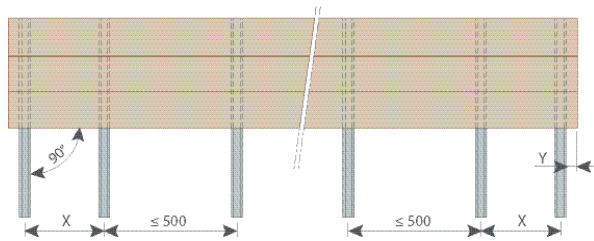

Abb. 1: 90° Installation
- + Installation 90° (Abb. 1) möglich für alle in diesem Handbuch erwähnten Unterkonstruktionen.